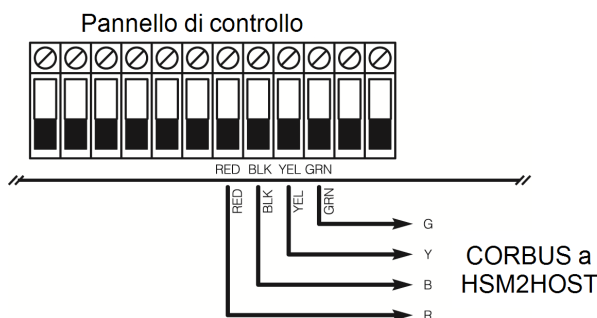

Fig.: 1 Schema elettrico
1. Con il pannello di allarme spento, collegare HSM2HOST al Corbus a quattro fili del pannello di allarme secondo la Fig. 1.